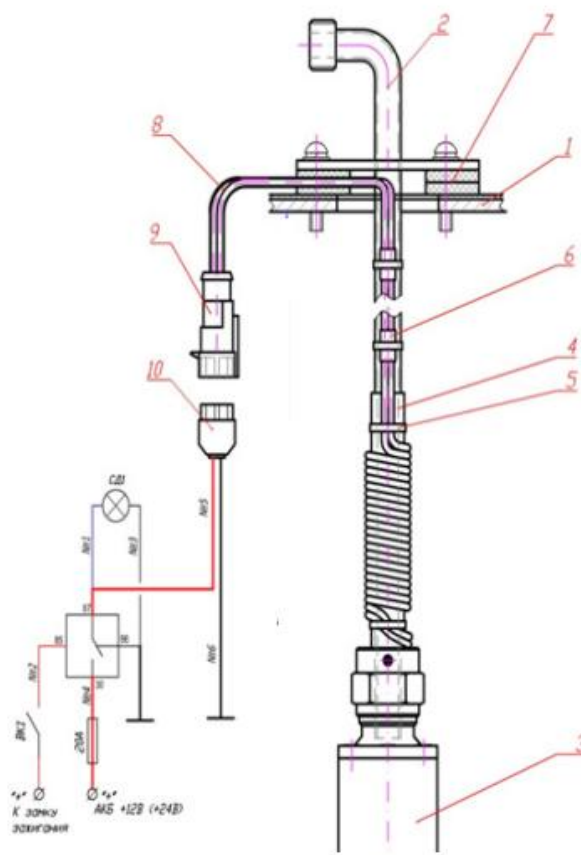

Рисунок 2
Перед установкой насадки наденьте изолирующую трубку 4 на топливозаборную трубку 2 (рис.2), а после этого на топливозаборную трубку наденьте накидную
5.5 Пропустите провода 8 через каналы в резиновых прокладках 7, как показано на рис.2. Длина провода от края прокладки до разъема 9 должна составлять примерно 150-200 мм. Излишки проводов обмотайте вокруг топливозаборной трубки поверх изолирующей трубки 4. Провода закрепите на топливозаборной трубке с помощью пластиковых стяжек 5. Крепление проводов к металлической трубке выполните в местах установки изоляционных трубок 6. После этого закрепите топливозаборник с НТП на баке 1.
5.6 Подключение установленной НТП к бортовой сети автомобиля производится согласно электрической схеме, представленной на рис.2. Разъем электрического кабеля 9 от подогревателя насадки присоедините к ответному разъему 10 электрической бортовой сети автомобиля. Ответный разъем должен быть жестко закреплен на корпусе автомобиля.